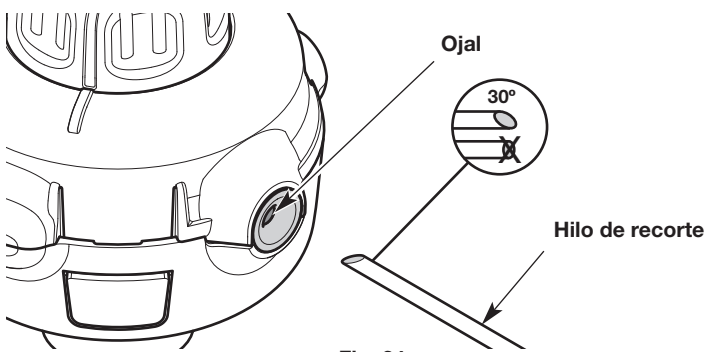

Fig. 24
2. Corte dos largos de 7 pies (2.1 m) de hilo de recorte nuevo. Corte un extremo de cada hilo en un ángulo de 30° (Fig. 24).
4. Enhebre uno de los hilos por uno de los ojales del cabezal de corte (Fig. 24). Utilice el extremo angulado y empuje el hilo para que entre unas 3 pulgadas (7.5 cm). Repita este proceso con el otro hilo y el ojal restante.